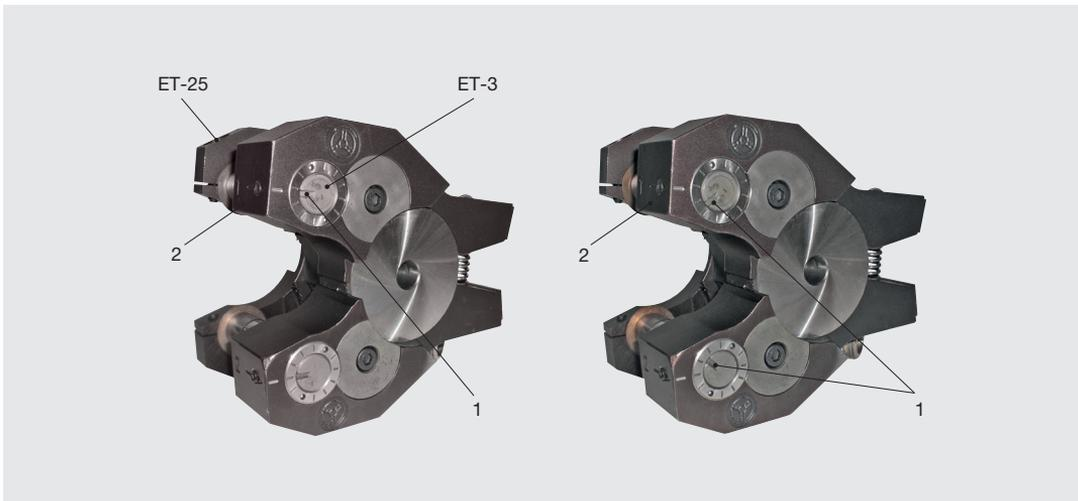

Abb. 23: Achsneigung korrigieren
- Nun kann die Rollenachse (3) ein Stück herausgezogen und verdreht werden.
Die Rollenachsen sind auf der Getriebearmseite mit einem Schlitz (1) markiert. Dieser zeigt in der Nullstellung auf die Markierung (2) am Rollkopfarm (siehe Abb. 23-links). Um den Werkstückflanken-Ø an der schmalen Armseite zu vergrößern, drehen Sie den Schlitz beider Achsen um den gleichen Betrag gegeneinander zur Innenseite des Rollkopfs, wie in Abb. 23-rechts zu sehen. Wollen Sie den Werkstückflanken-Ø auf der schmalen Armseite verkleinern, drehen sie die Markierungen nach außen.